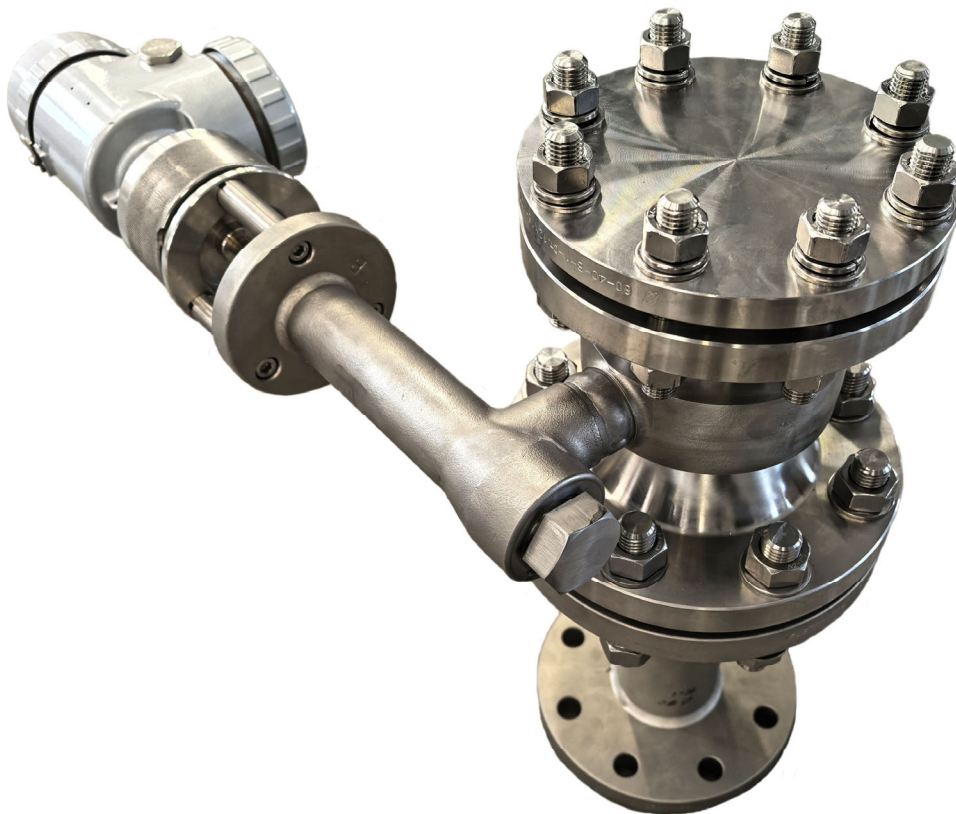

Рисунок 13 – Установка заглушки-фланца
2.3.6.2.3 Установить заглушку-фланец на преобразователь (рисунок 13).